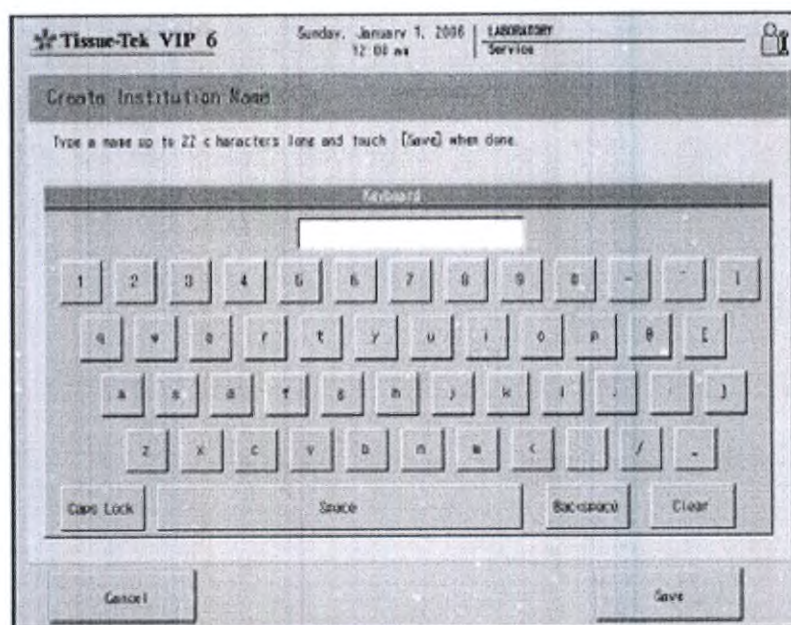

Рис. 48 Создание наименования учреждения
- Появится экран «Create Institution Name» (Создание названия учреждения) (Рис. 48).